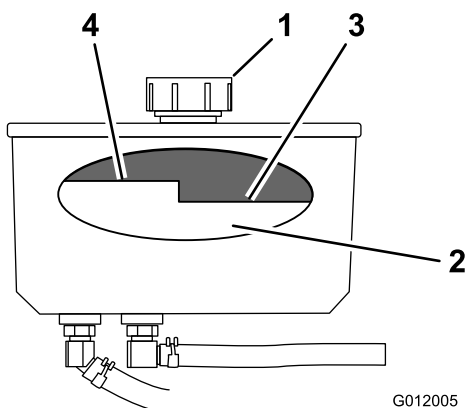

Figura 72
4. Limpe a zona em redor da tampa e do tubo de enchimento do depósito hidráulico (Figura 72).
5. Retire a tampa do tubo de enchimento (Figura 72).
Nota: O nível do fluido deve ficar abaixo do nível quente do abafador, quando o fluido está quente (Figura 72).